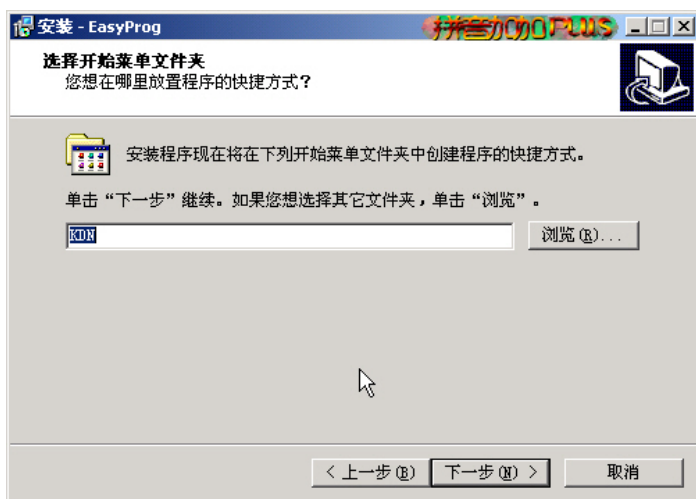

图 2-3
- ③ 单击 [下一步]，将确认在【开始】菜单中生成的快捷方式文件夹名称，默认为“KDN”。如图 2-3：